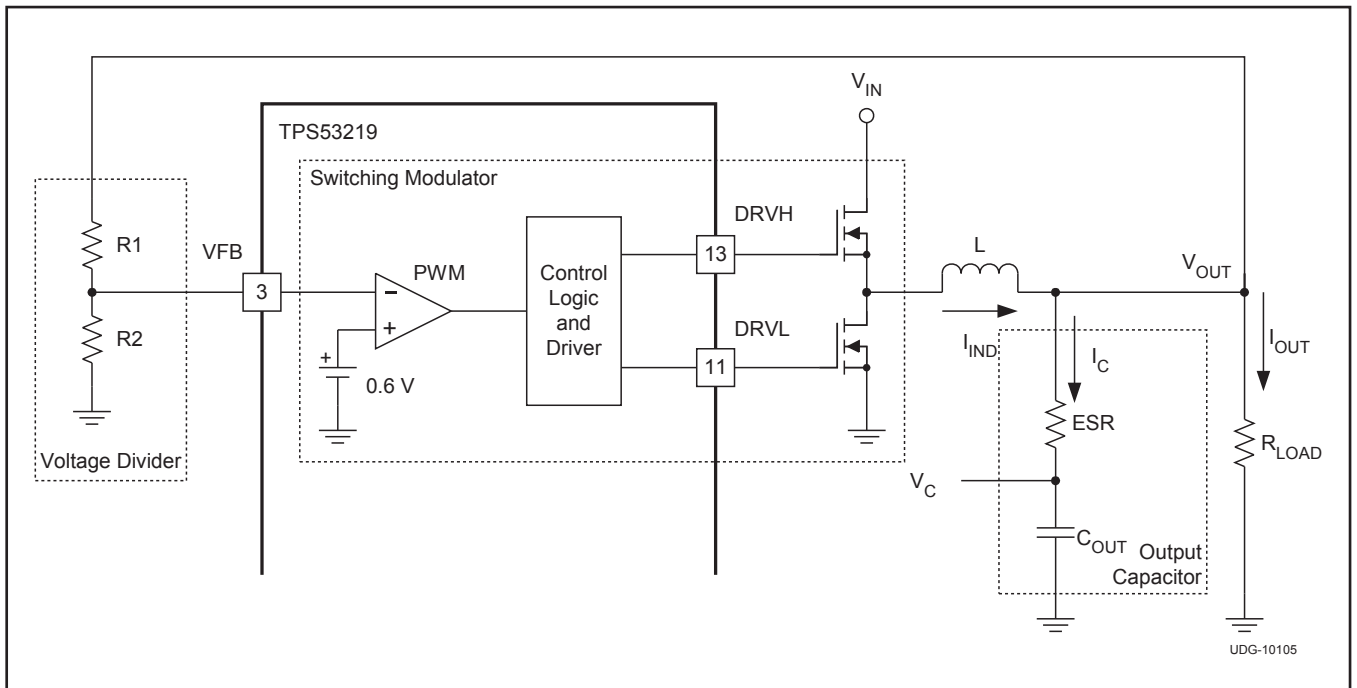

図 19. 単純化された変調回路モデル
小信号ループ分析により、D-CAP™モードを使用したバックコンバータは、図19に示すように単純化できます。
出力電圧は、図19に示す分圧抵抗R1およびR2によってプログラミングされます。R1はVFBピンと出力の間に接続し、R2はVFBピンとGNDの間に接続します。R2の推奨値は、10kΩ~20kΩです。R1は、式 (12) で決定します。